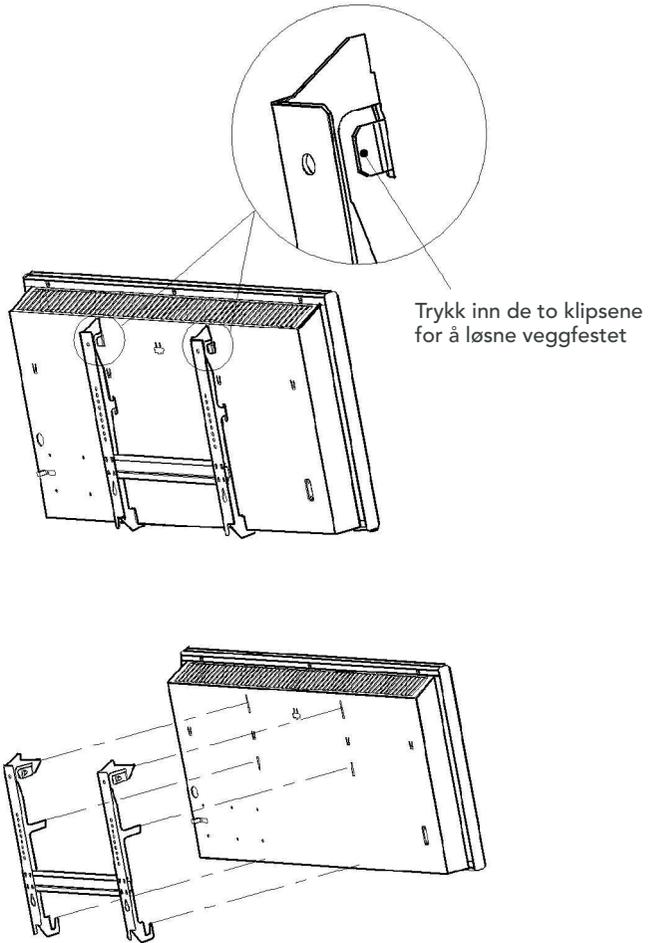

Fig. 3
- 2 Trykk inn de to klipsene på festet, og løsne festet ved å skyve det nedover (fig. 3).